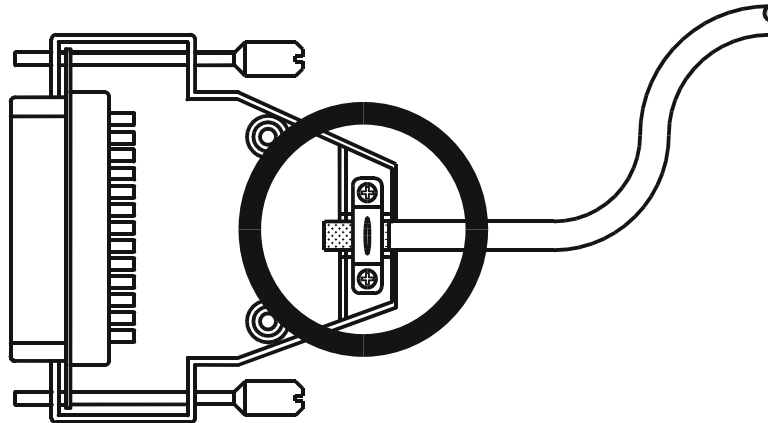

Abb. 1: EMV-konformer Schirmanschluss bei Sub-D-Steckern
-  Verwenden Sie nur metallisierte Stecker, zum Beispiel Sub-D mit metallisiertem Gehäuse. Auch hier ist auf direkte Verbindung der Zugentlastung mit dem Gehäuse zu achten (siehe Abb. 1).